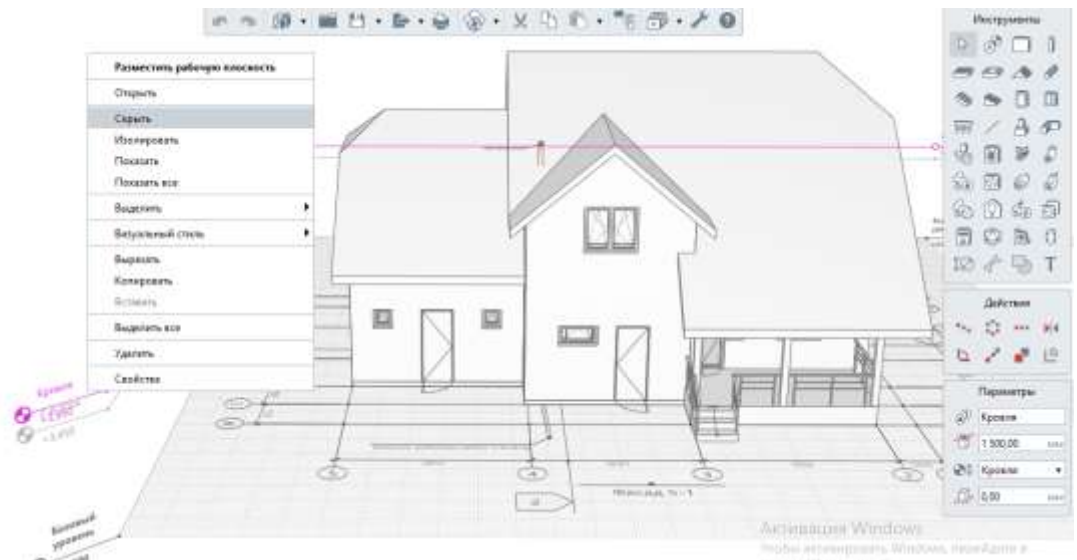

Рисунок 6.11 – Модель ренги
1. Запустите программу Renga. Откройте файл Модель Ренга, рис.6.11